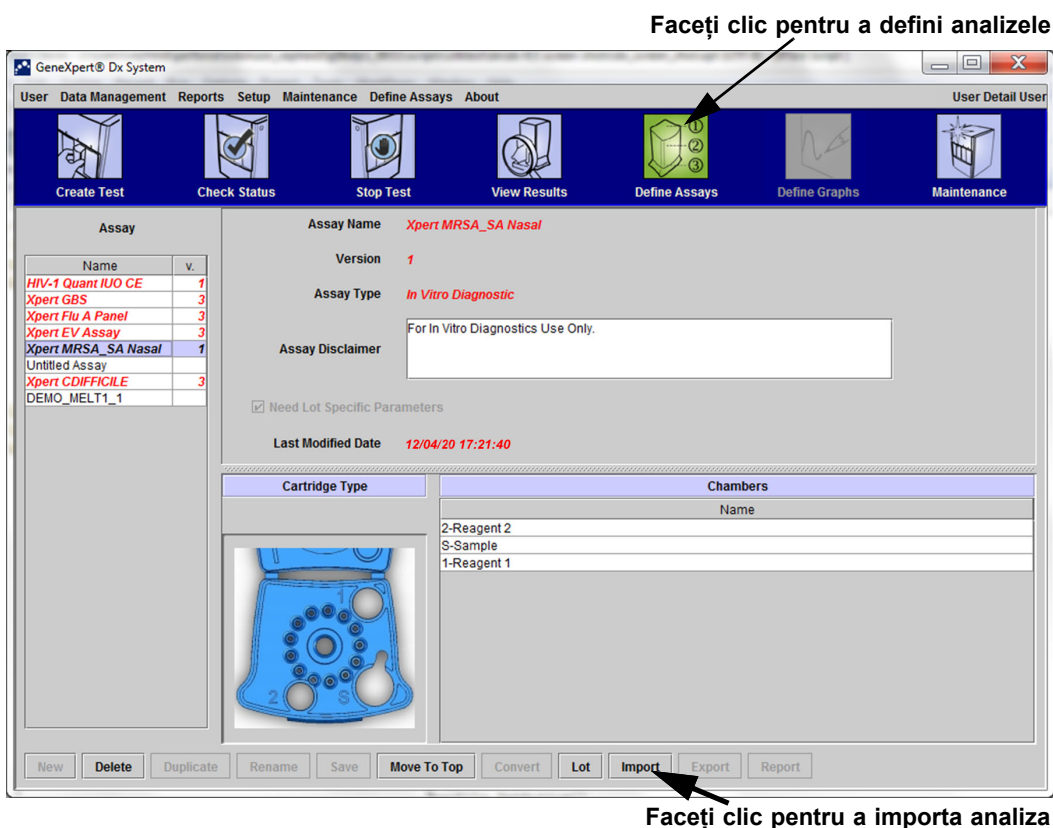
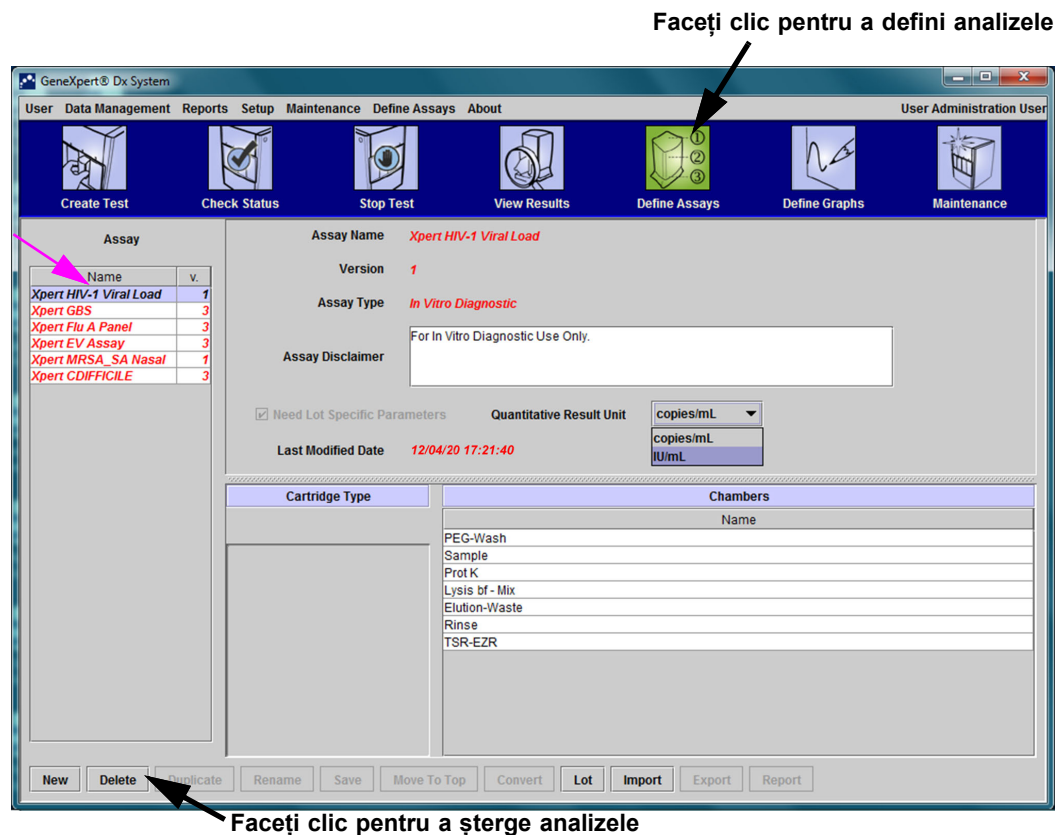

Figura 2-91. Sistem - Fereastra Definiere analize (vizualizare utilizator Detalii)
Figura 2-93. Sistemul GeneXpert Dx - Fereastra Definiție analize (vizualizare utilizator Administrator)
1. În fereastra sistemului GeneXpert Dx, faceți clic pe **Definire analize (Define Assays)** din bara de meniu. Apare fereastra Definire analize (Define Assays). Figura 2-93 afișează fereastra Definire analiză (Define Assay) pentru administratorul sistemului GeneXpert Dx. Fereastra pentru utilizatorii Detalii (Detail) și De bază (Basic) are mai puține funcții (consultați Figura 2-91).
4. Navigați la folderul sistemelor GeneXpert. Localizați și selectați fișierul cu definiția analizei (.gxa/.nxa), apoi faceți clic pe **Importare (Import)**. Numele și numărul noii analize apar în lista Analiză (Assay) (în partea stângă a ferestrei) și detaliile despre analiză apar în partea dreaptă a listei. Consultați Figura 2-91.
După importarea unei analize cantitative, unitatea cu rezultatul cantitativ poate fi modificată. Consultați Figura 2-93.
1. Pentru a șterge un fișier cu definițiile analizelor, în fereastra Definiție analize (Define Assays) (consultați Figura 2-93), selectați numele analizei din lista Analiză (Assay) (din partea stângă a ferestrei), apoi faceți clic pe **Ștergere (Delete)**. Apare un mesaj de confirmare.